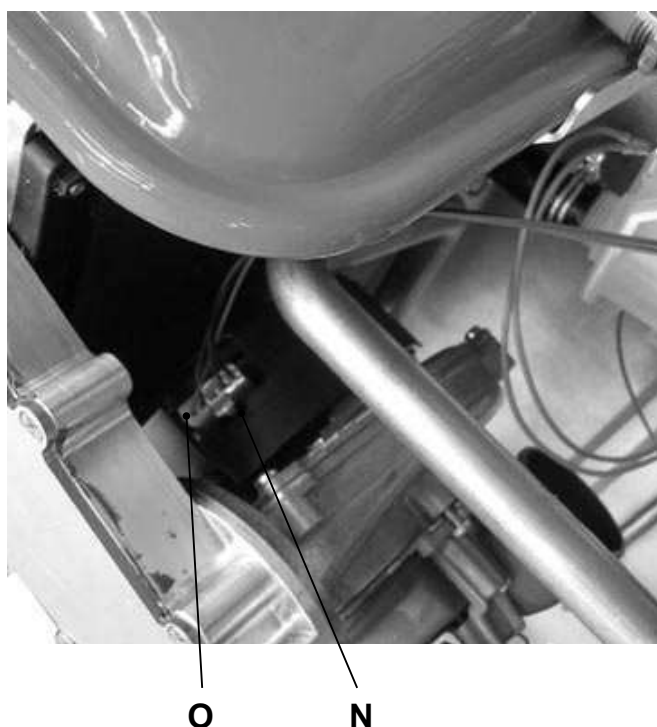

Figura 9.8
- Scollegare il connettore del ventilatore O premendo il gancio in plastica N posizionato nella parte sottostante del connettore (Figura 9.8).